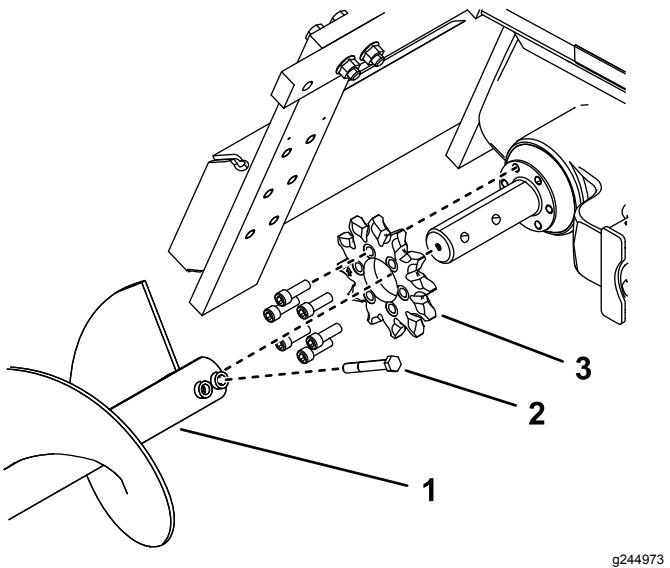

Figure 15
- Enlevez la tarière de déblayage (Figure 15).
9. Enlevez les 6 boulons de fixation du pignon d'entraînement (Figure 15).
10. Déposez le pignon d'entraînement et mettez-le au rebut (Figure 15).
12. Placez le pignon de remplacement sur l'axe comme montré à la (Figure 15).
13. Vissez les 6 boulons de fixation dans le pignon d'entraînement à la main (Figure 15).